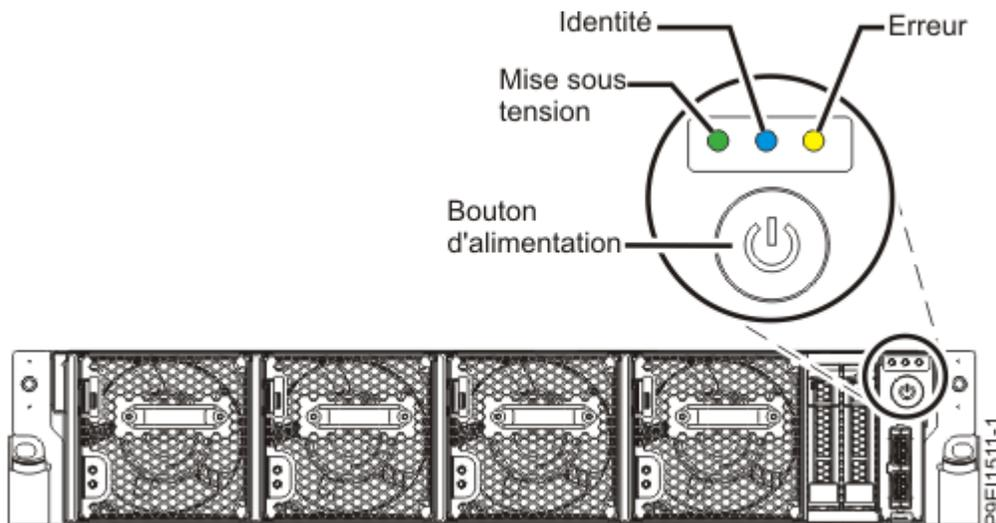

Figure 115. Bouton d'alimentation
- Le voyant de mise sous tension, illustré dans la Figure 115, à la page 148, doit clignoter. Un voyant clignotant indique que l'alimentation de l'unité est en mode veille.
3. Appuyez sur le bouton d'alimentation qui est illustré dans la Figure 115, à la page 148.